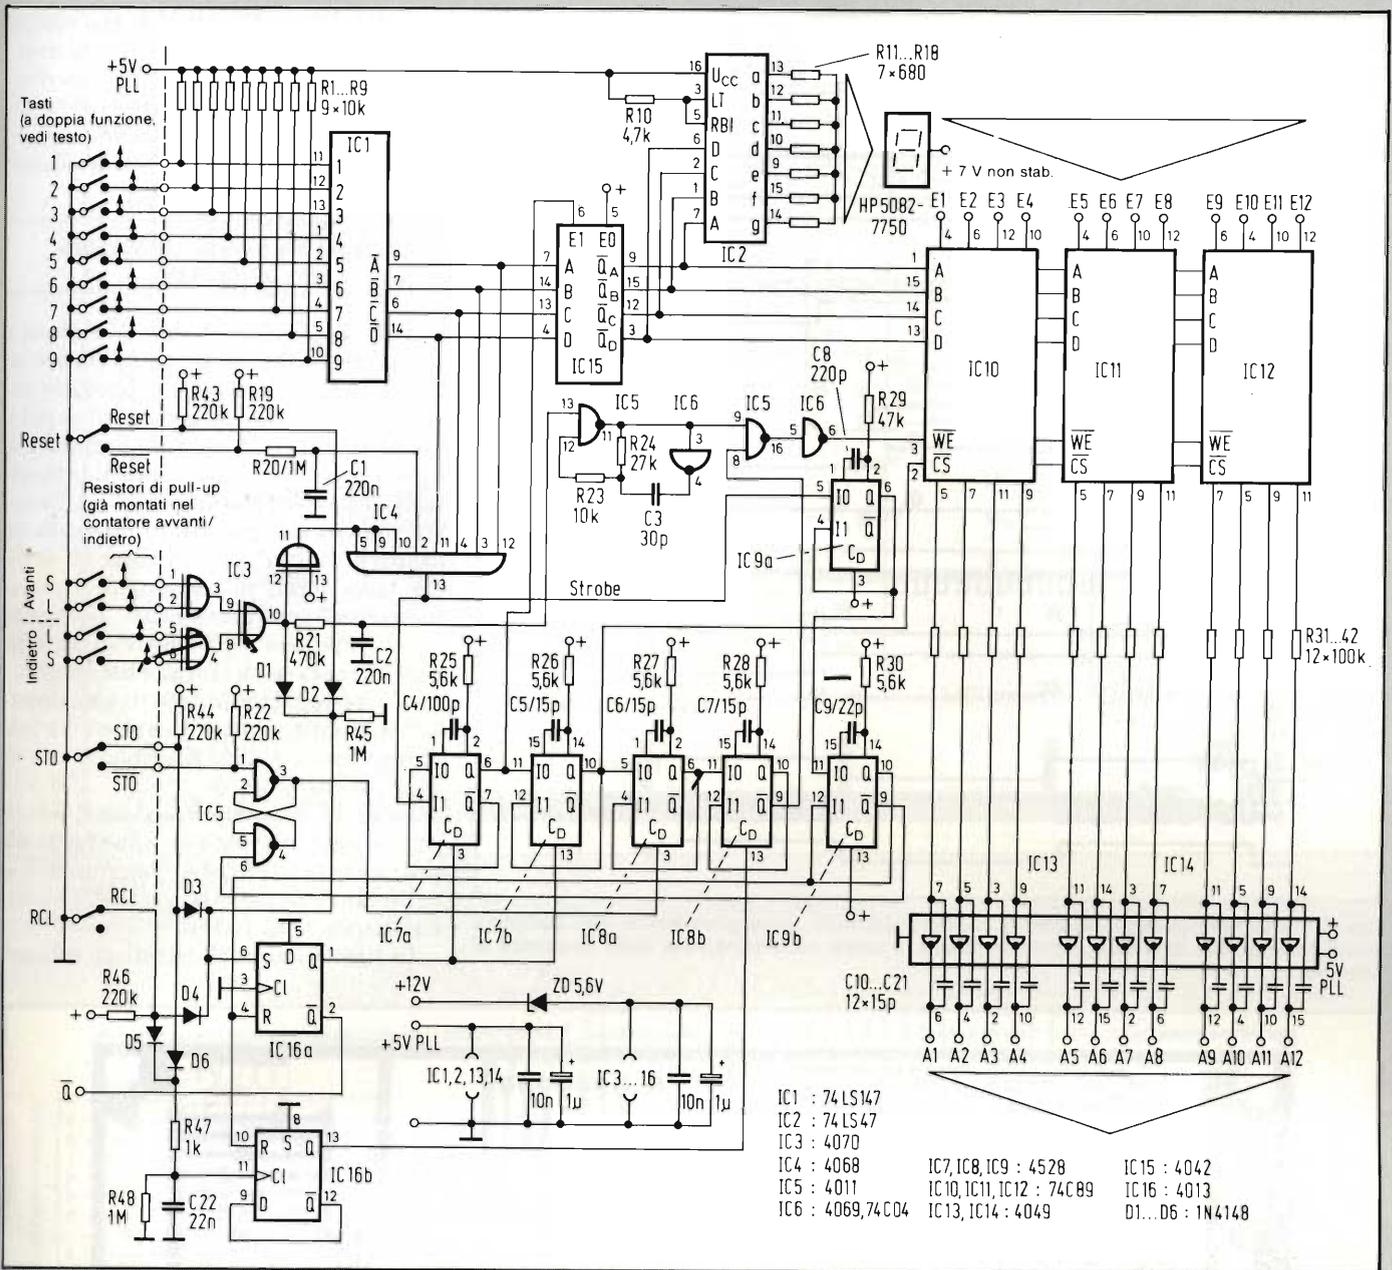

Fig. 2 - Schema completo del circuito di sintonia memorizzata, con decodificatore degli indirizzi, memoria e memoria dati.
memorizzare un'informazione presente agli ingressi, sarà dapprima necessario premere il tasto STO (figure 2 e 3) e così verranno settati uno dei flip flop di IC5 ed i due flip flop di IC16. In questo modo, tutti gli ingressi "Clear direct" (CD) dei multivibratori monostabili (IC7, IC8) avranno il livello logico "1" ed il circuito lascerà passare un impulso. Azionando ora uno dei tasti numerici corrispondenti alle locazioni di memoria, IC4 riconoscerà una variazione dell'indirizzo ed invierà all'uscita un segnale di "strobe" (impulso di campionatura). All'arrivo dell'impulso proveniente dall'uscita Q di IC7a, la memoria degli indirizzi IC15 rileverà l'indirizzo che verrà anche visualizzato sul display. Dopo un certo ritardo, IC7b emetterà un impulso "chip select" ( $\overline{CS}$  = selezione del chip), grazie al quale la memoria verrà messa in grado di rilevare l'indirizzo.